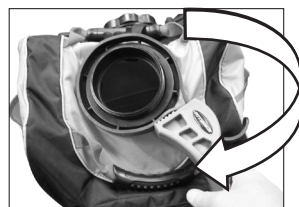

Figure 7.
7. Insérer le goulot de remplissage à travers la grande ouverture dans le sac à dos et installer l'écrou du goulot de remplissage, visser à la main dans le sens des aiguilles d'une montre avant d'utiliser une clé à courroie en caoutchouc pour resserrer complètement. (Voir la Figure 7.)